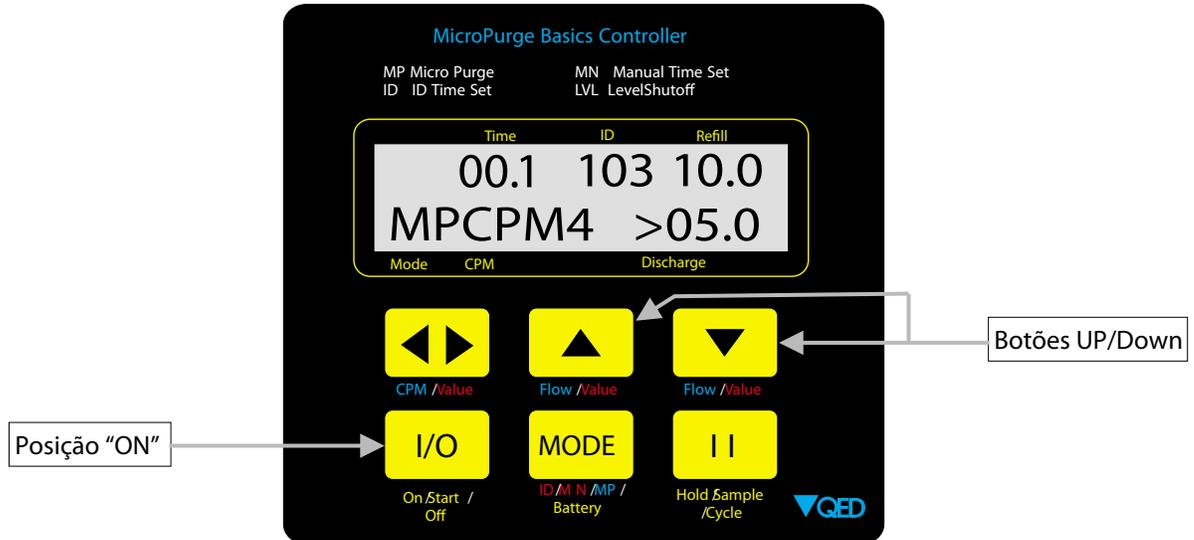

Figura 3
6. Passe a potência do controlador basics para a posição "ON"  (Veja Figura 3).
7. No controlador **basics**, selecione os ciclos por minuto (CPM) desejados utilizando o botão  (O valor padrão é 4 CPM, CPMs mais baixos para poços mais profundos e os mais altos possíveis para poços rasos) (Veja Figura 3).
9. Ponha o controlador basics novamente na posição "ON"  (Veja Figura 3) para iniciar o bombeamento.
11. Ponha o controlador basics na posição "UP/DOWN" (Veja Figura 3) para estabelecer a taxa de vazão de purga desejada.